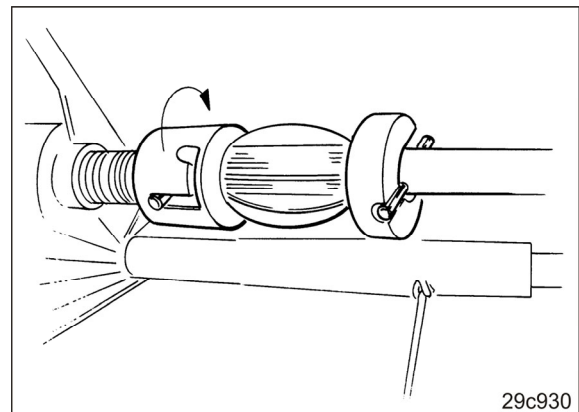

Bild 210
1. Koppla in vänster såaxelhäft (Bild 210)